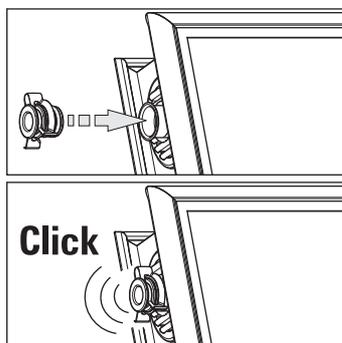

Fig. 3-45 Etape 4
4. Enfoncez les bouchons de terminaison dans les tubes de raccordement de capteur encore ouverts jusqu'à ce que les pinces de fixation s'enclenchent (fig. 3-45).